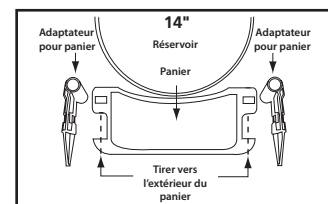

Figure 20
3. Positionnez le cadre principal à l'intérieur du cadre arrière. Fixez (2) vis à métaux de 5/8 po, les rondelles de blocage et les écrous des deux côtés. Serrez fermement.
7. Appliquez les adaptateurs pour panier sur le montant de la poignée. Voir la **Figure 19** (voir la **Figure 20** pour le positionnement approprié des adaptateurs).
11. Placez l'essieu à la verticale sur une surface dure et insérez (1) écrou borgne en le frappant avec un marteau. Placez (1) roue sur l'essieu et faites glisser sur l'écrou borgne. Faites glisser l'essieu sur l'arrière du cadre et faites-le glisser sur l'autre roue. Avant d'assembler l'écrou borgne sur l'autre extrémité de l'essieu, assurez-vous que le chariot est bien assemblé. (Vous pouvez placer le réservoir sur le chariot et serrer le bouton du support de retenue pour vous assurer que l'assemblage est approprié.)
13. Placez le panier pour accessoires sur les adaptateurs et enclenchez-le en place tout en tirant sur la bordure extérieure de l'anneau du panier (**Figure 20**).